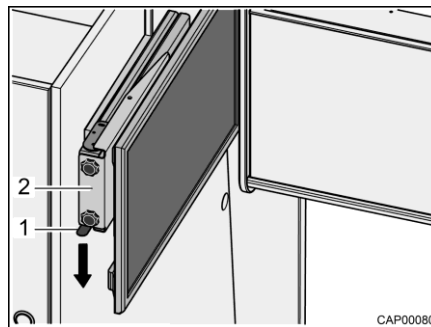

Fig. 53 Base estraibile con schermo piatto
- Premere verso il basso la molla d'arresto (Fig. 53,1) ed estrarre orizzontalmente la base estraibile (Fig. 53,2) con lo schermo piatto in direzione del centro del veicolo.
- Fare scorrere orizzontalmente la base estraibile (Fig. 53,2) con lo schermo piatto fino all'arresto. La molla d'arresto (Fig. 53,1) scatta in posizione.